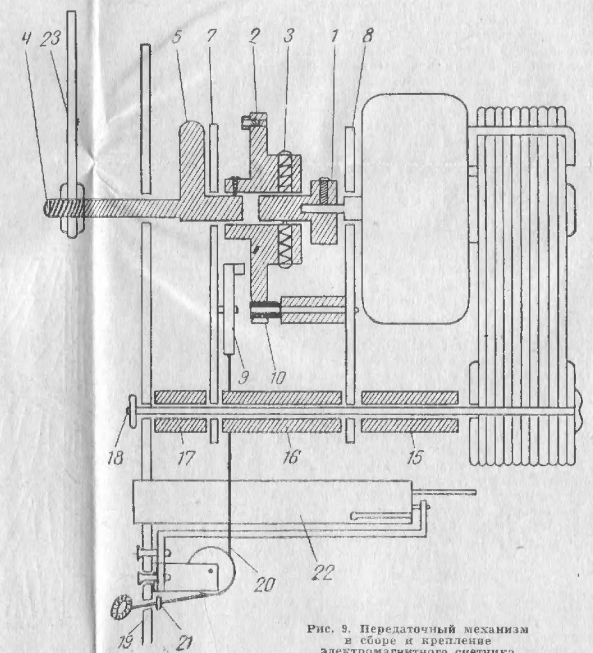
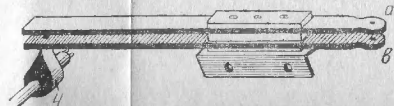

Рис. 9. Передаточный механизм в сборе и крепление электромагнитного счетчика
Рис. 13. Крепление контактных пластин а-в для включения электромагнитного счетчика
Наиболее ответственным этапом сборки является соединение передаточной линии (рис. 9, 10).
**Механизм отсчета секунд.** Доли секунд наш электросекундомер будет показывать при помощи стрелки, а вот как отсчитывать целые секунды? Для этого к электросекундомеру присоединяется электромагнитный счетчик 22 типа РС2.720.002, выключаемый контактором. Контактор выполняется просто: сзади на левой панели, на металлическом угольнике слева (рис. 13), укрепляются две контактные пластины а и в от старого электромагнитного реле. Концы пластин устанавливаются так, чтобы они располагались над утопленной частью оси 4. В момент, когда утопленная часть 5 (толкатель) находится в верхнем положении, пластины а и в замыкают электрическую цепь, подающую ток на счетчик. При повороте каждого электрического втулка показания на четырехзначном счетчике изменяется на одно деление, то есть будут отсчитываться секунды. Электрический счетчик устанавливается при помощи металлической скобы в отверстие, прорезанном в левой панели механизма электросекундомера (см. рис. 9).